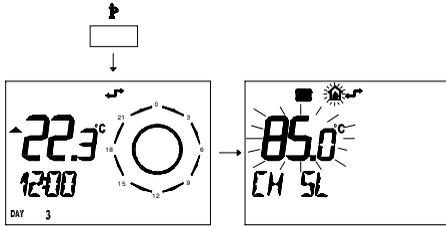

fig. 9.6
- 1 Premere per più di 3 secondi il pulsante  per entrare in modalità **INFD**. (fig. 9.6)